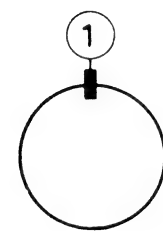
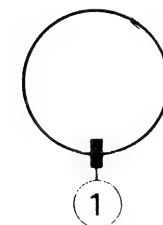

Fig. 4a
Fig. 5a
La convergenza dinamica si ottiene spostando il giogo di deflessione in senso orizzontale e verticale. Per assicurare l'esatta posizione dell'unità di deflessione, tre cunei di gomma sono posti tra il vetro dell'ampolla del cinescopio ed il giogo stesso, come illustrato in Fig. 4a o 5d. Due di questi cunei hanno uno spessore di 7 mm. Codice 4822 462 40356, l'altro ha uno spessore di 11 mm, numero di codice 4822 462 40357.
3. Eliminare l'incrocio delle righe centrali orizzontali e verticali blu e rosse con uno spostamento verticale del giogo. Se la posizione del giogo è corretta, inserire il cuneo di gomma (1) in alto (Fig. 4a) o in basso (Fig. 5a) senza togliere la striscietta di carta. L'inserzione del cuneo come da Fig. 4a va eseguita se il giogo è spostato verso l'alto, come da Fig. 5a se il giogo è spostato verso il basso.